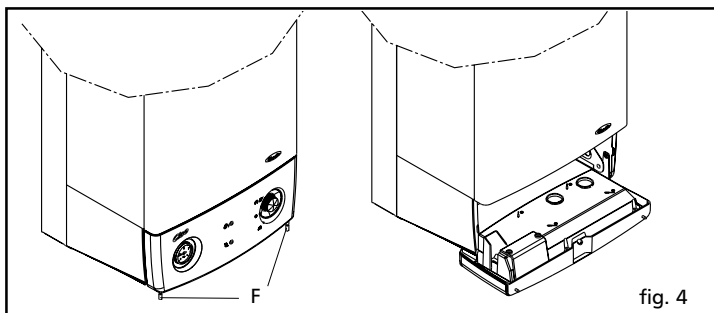

fig. 4
- svitare le viti (F) di fissaggio del cruscotto al mantello (fig. 4)